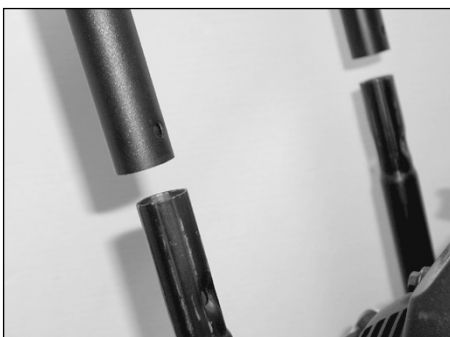

Figura 1 - Ensamblaje del mango
1. Deslice el ensamblaje del mango sobre las patas inferiores de la base del carro. Utilice las tuercas y pernos estándar (incluidos) para asegurar el mango a las patas (Ver Figura 1).